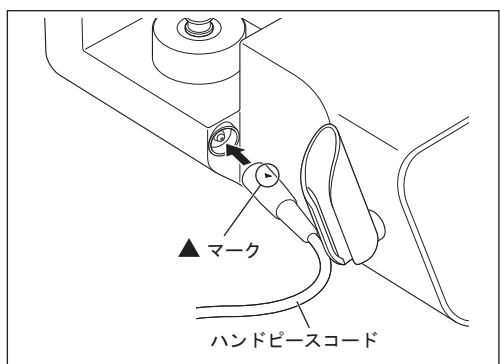

図6
- ▲マークを上にして、ハンドピースコードコネクタをハンドピースコードソケットの奥まで挿し込みます（図6）。